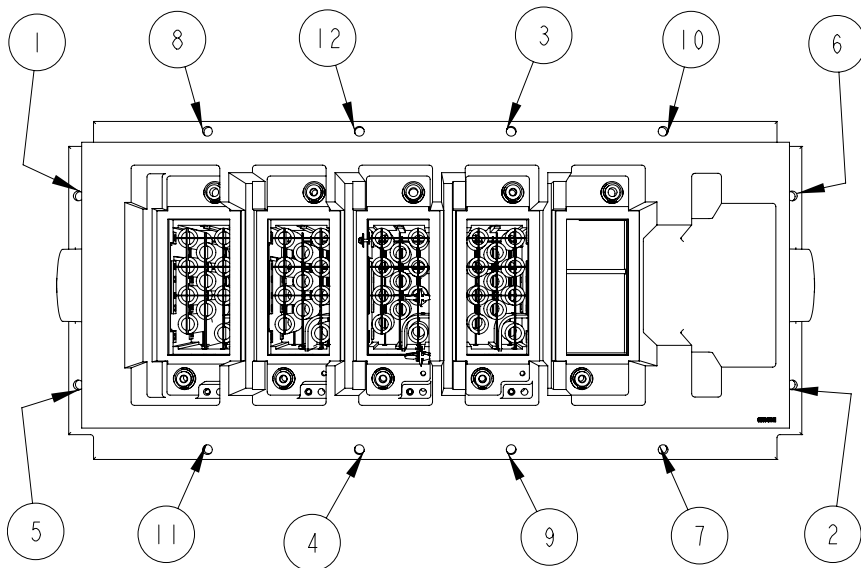

图 5.25 – 典型拧紧顺序
6. 更换 PowerCage 时，很重要的一点是放置在外法兰上的螺栓不要随意拧紧。要以交替方式拧紧两个法兰上的螺栓，确保均匀紧固模块。图 5.25 中显示了拧紧 PowerCage 螺栓的建议顺序。